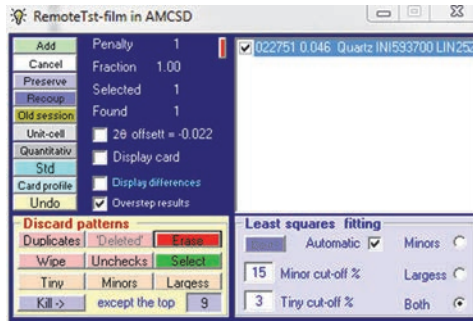

Abbildung C-9 Dialogfeld mit ausgewählter Phase
11. Wählen Sie **Unchecks** (Deaktiviert) aus, um deaktivierte (ungewollte) Phasen zu eliminieren (siehe Abbildung C-9 auf Seite 101).